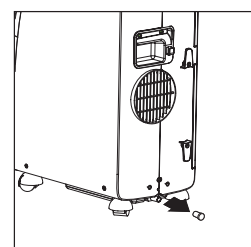

Fig. 19.
- Pour drainer l'eau complètement hors de la canalisation interne, retirez le bouchon (fig. 19).